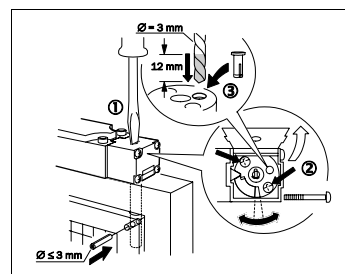

Fig. 5: fissaggio dell'angolo di comando
- Eseguire il foro per il perno di sicurezza con \varnothing di 3 mm e profondità di 12 mm (vedere Fig. 5).